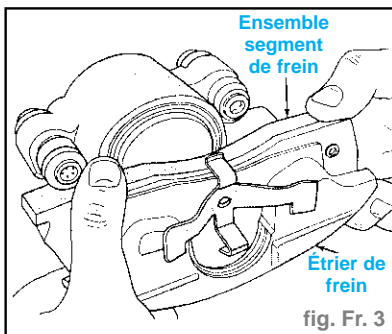

fig. Fr. 3
- Faire coulisser le nouvel ensemble de plaquette extérieure de frein sur l'ensemble d'étrier (fig. Fr. 3).